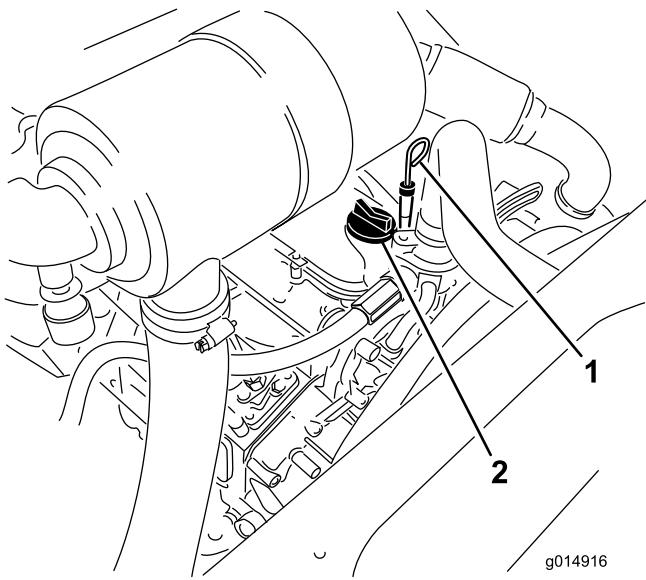

Figura 44
3. Retire la varilla, límpielala, y vuelva a colocarla (Figura 44).
5. Si el nivel de aceite está por debajo de la marca Lleno, retire el tapón de llenado (Figura 44) y añada aceite hasta que el nivel llegue a la marca Lleno.